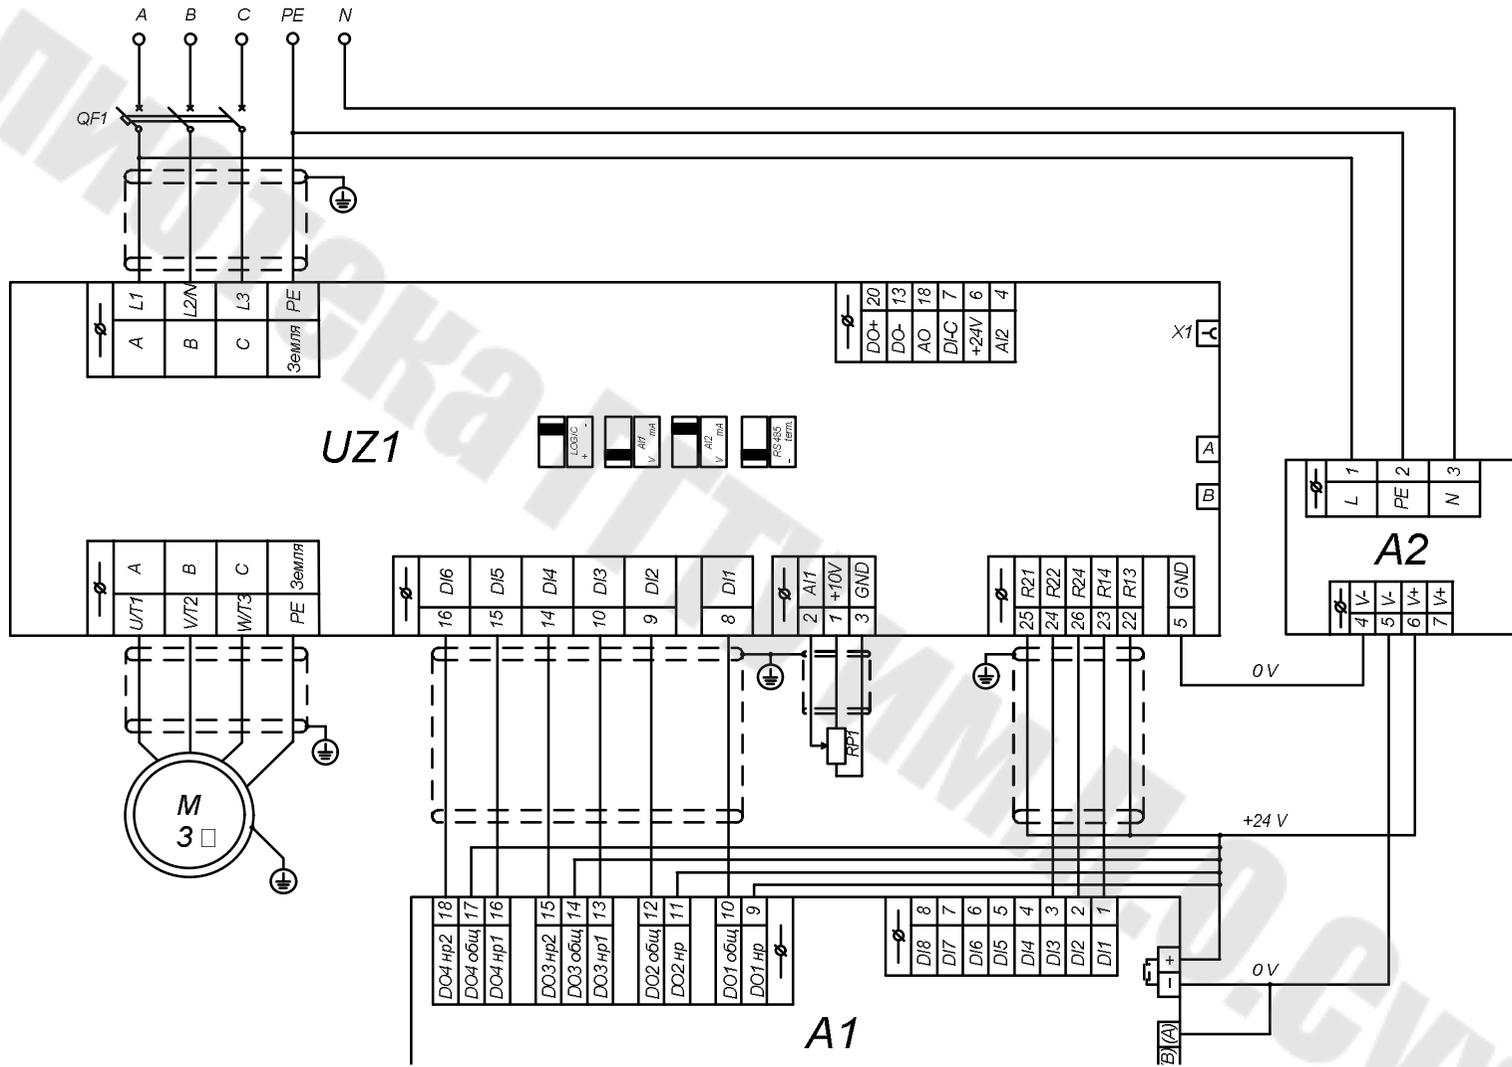

Рис. 1.1. Электрическая принципиальная схема учебно-исследовательского стенда
3. Ознакомьтесь с принципиальной схемой стенда, приведенной на рис. 1.1.